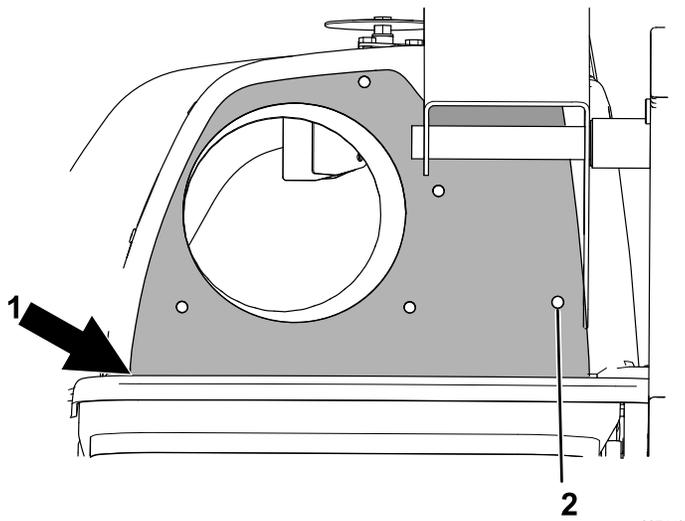

Figure 6
- Placez le gabarit sur le capot en alignant le trou droit sur le trou de montage du support de pivot et le bord inférieur sur le rebord du capot (Figure 6).